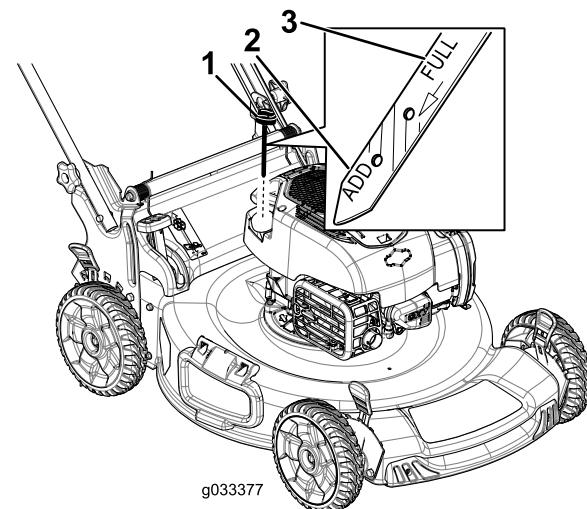

Рисунок 8
1. Извлеките масломерный щуп (Рисунок 8).
(Полный) на масломерном щупе (Рисунок 8). Не допускайте переполнения.